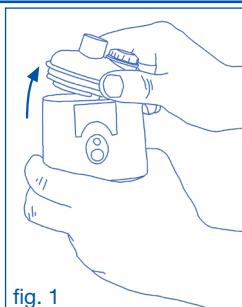

fig. 1
1. Quitar la parte superior (A3) del cuerpo del aparato (fig. 1)
- Separe el equipo (A) del alimentador desenchufando el cable de alimentación (G)
- Separe la parte superior (A3) del cuerpo del dispositivo (fig. 1) y el accesorio conectado.